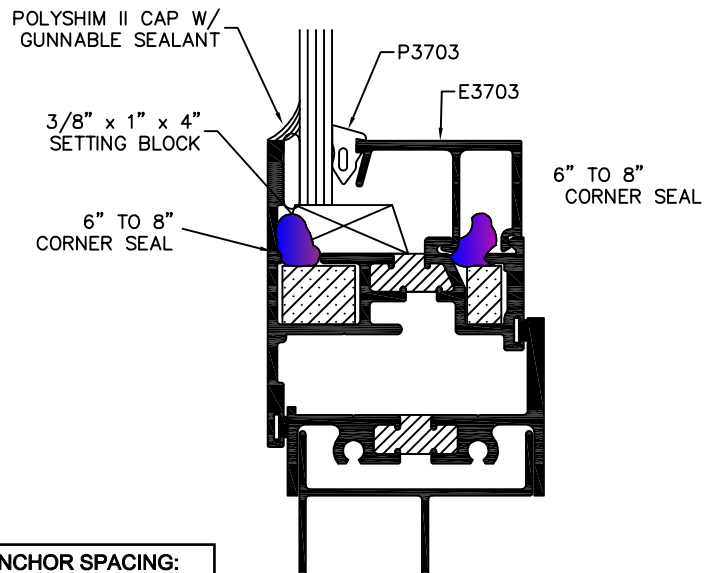

FIGURE 3
B. USE E3703 FOR 1/4" GLAZING (SEE FIGURE 3).